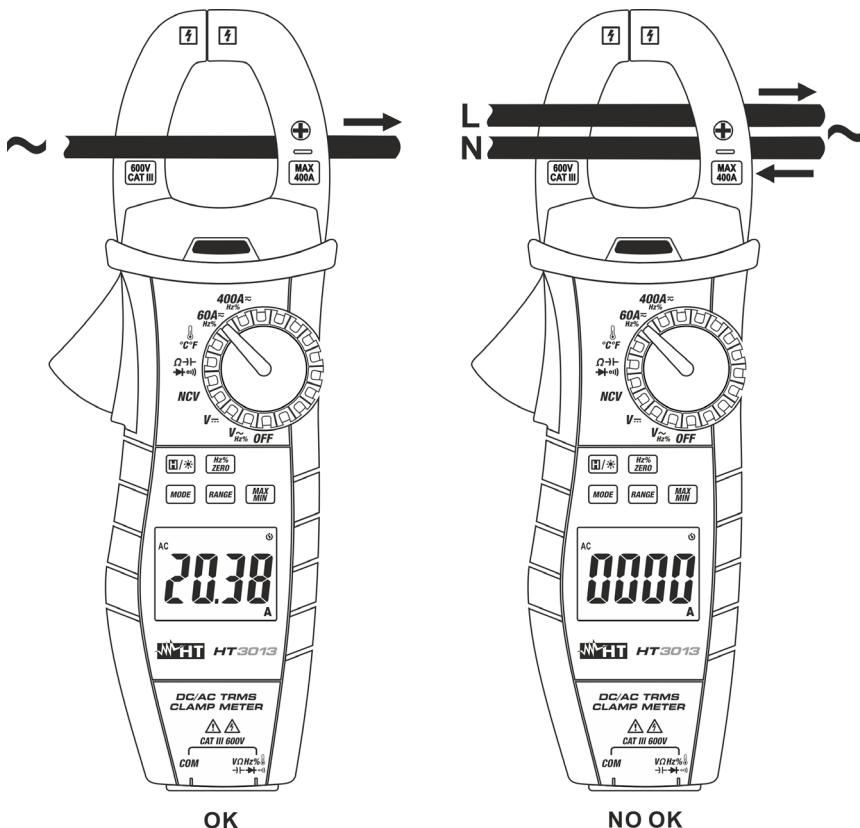

Fig. 11: Uso del instrumento para medidas de corriente CA y corriente CC
6. En modo **CC** la visualización del símbolo “-” indica que el instrumento se ha conectado en modo contrario al sentido de la corriente (ver Fig. 11). Seguir la indicación de la flecha direccional de las polaridades (ver Fig. 1 - parte 13)